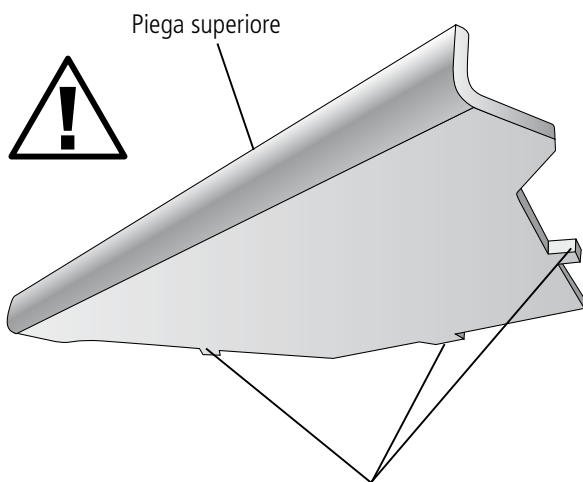

Fig.8
- Rivolgere il battifiamma in modo che i tre ganci d'appoggio siano disposti verso l'interno della stufa e la piega frontale rivolta verso l'alto (Fig.8);